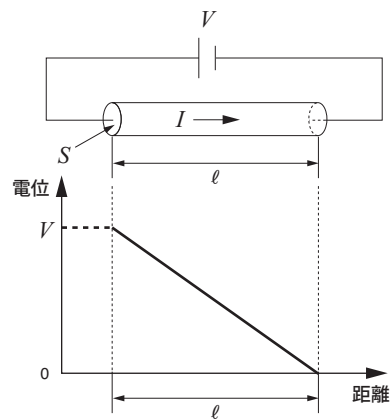

図5 導体に流れる電流による電界
3-1 電流^{*1} 図5に示すように導体の両端に直流電圧 V [V]を与えると電流 I [A]が流れる。導体が長さ方向に同じ断面形状で断面積を S [m²]、長さを ℓ [m]、抵抗率を ρ [\Omega m]とするとこの導体の抵抗 R [\Omega]は式(1)で表される。
3-2 電界^{*4} 図5において電池の電圧 V により、導体の左端部の電位は V 、右端部の電位は0となる。導体長 ℓ の間に電圧 V が加わっているので、電界 E [V/m] は式 (3) で求められる。